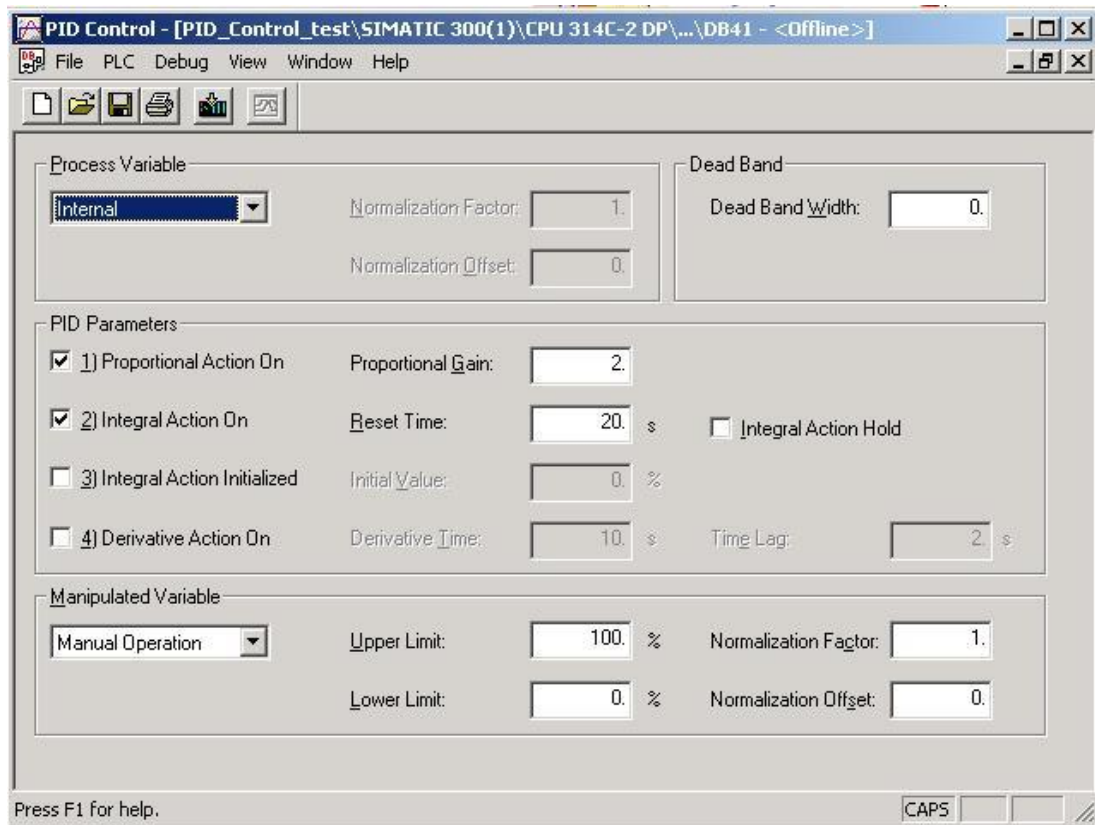

图 10
- 在最开始的对话框中，你既可以打开一个已经存在的 FB41/ SFB41 “CONT_C” 或者 FB42/ SFB42 “CONT_S”的背景数据块。也可以生成一个新的数据块，再可以分配给 FB41/ SFB41 “CONT_C” 或者 FB42/ SFB42 “CONT_S”，作为背景数据块。（如图 10）